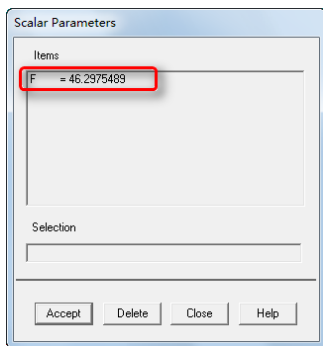

图 13-49 Scalar Parameters
⑰查看比例参数：Utility Menu > Parameters > Scalar Parameters，弹出“Scalar Parameters”对话框，如图 13-49 所示。